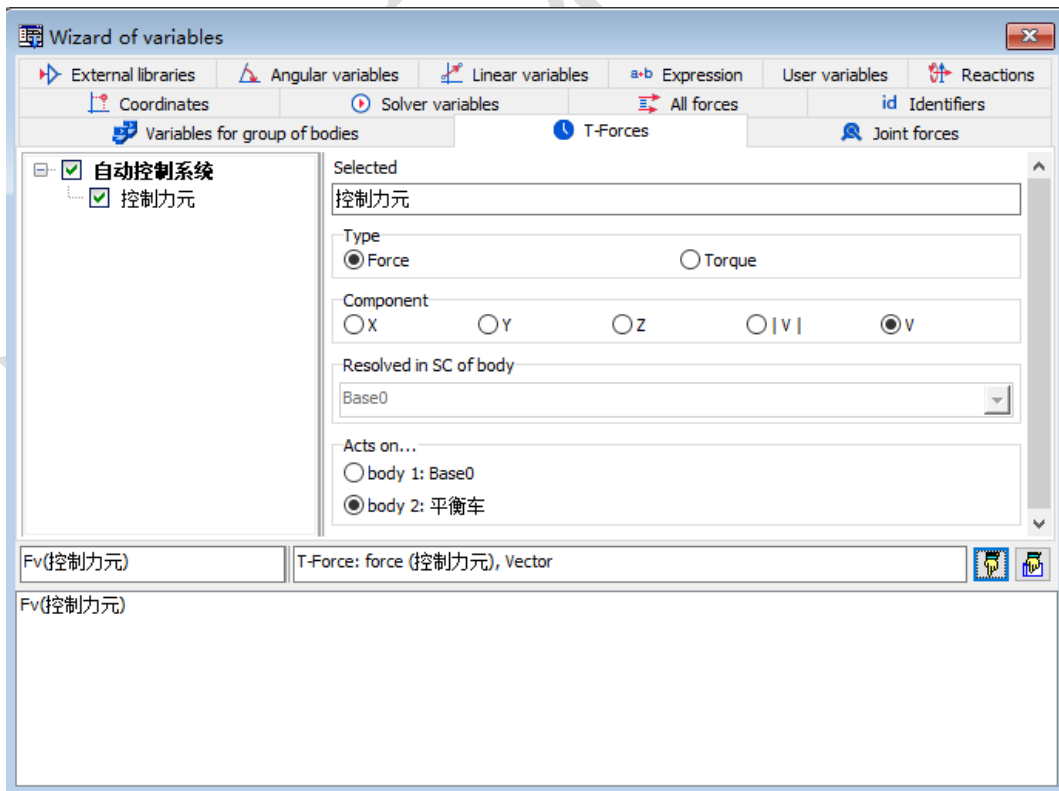

图 2-150
8) 创建控制力元的矢量 **Fv**，并拖入动画窗口，如图 2-150。